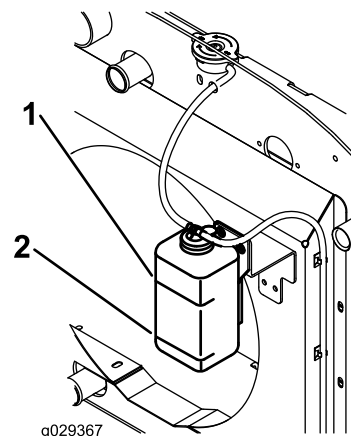

Figure 43
1. Retirez le bouchon du radiateur et le bouchon du vase d'expansion avec précaution (Figure 43).
2. Contrôlez le niveau de liquide de refroidissement dans le radiateur quand le liquide est froid. Le radiateur doit être rempli jusqu'en haut du goulot de remplissage et le vase d'expansion entre les repères sur le côté (Figure 43).